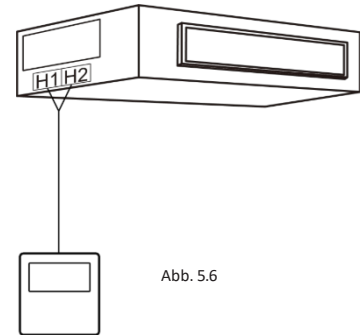

Abb. 5.6
1) Abb. 5.6 zeigt die Installation der kabelgebundenen Steuerung.